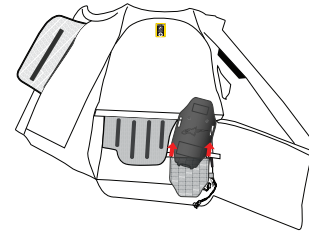

Abbildung 13
3. Nehmen Sie das Inflatorgehäuse (4) aus seiner Tasche, indem Sie beide Klettverschlüsse öffnen (Abbildung 13).
**WARNUNG! Die Entnahme des Inflatorgehäuses erfordert nicht, dass es geöffnet wird. Öffnen Sie das Inflatorgehäuse auf keinen FALL (4). Nur autorisierte Alpinestars-Händler sind berechtigt, das Inflatorgehäuse (4) zu Wartungszwecken zu öffnen.**